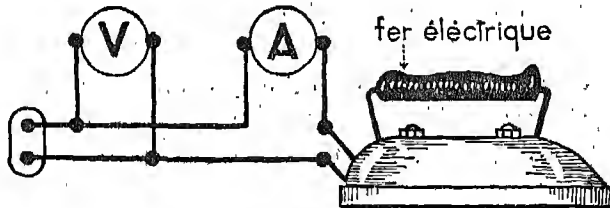

Fig. 3. — Mesure de la puissance électrique d'un fer à repasser. Décrivez ce montage et justifiez-le.
2. De même, mesurons (fig. 3):